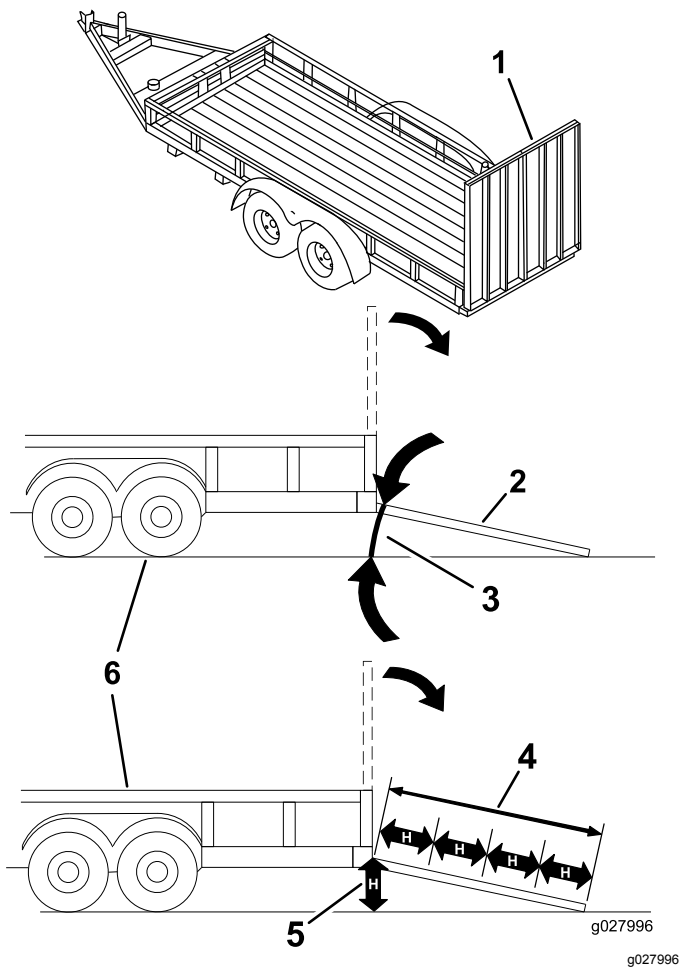

Figura 40
El cargar la máquina en un remolque o un camión aumenta la posibilidad de un vuelco y podría causar lesiones graves o la muerte (Figura 40).
1. Baje la rampa, asegurándose de que el ángulo entre la rampa y el suelo no supera los 15 grados (Figura 40).